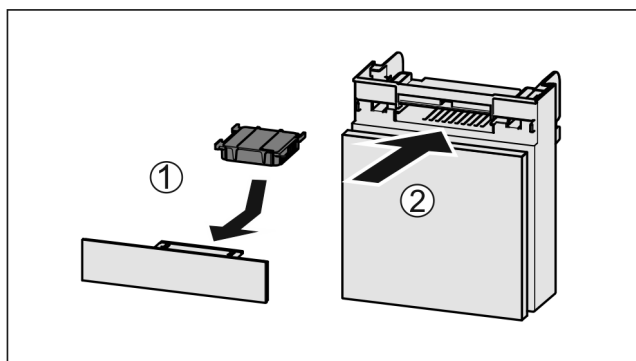

Fig. 74
- ▶ Wkładać Fig. 74 (1) filtr z węglem aktywnym zgodnie z ilustracją.
- ▶ Wsunąć komorę Fig. 74 (2).